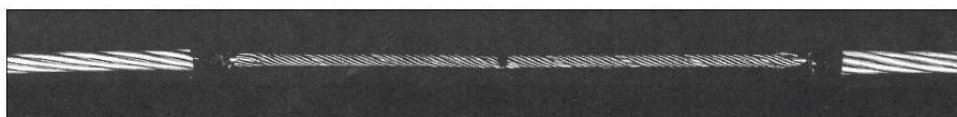

Рис. 6.
5. Законченный монтаж «Соединителя сердечника» показан на рис. 6.